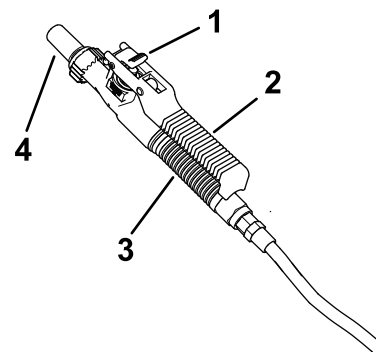

Figure 46
7. Serrez la gâchette de l'applicateur manuel pour commencer à pulvériser; verrouillez la gâchette en place au besoin (Figure 46).
8. À la fin de la pulvérisation, déverrouillez la gâchette de l'applicateur manuel si vous l'aviez verrouillée et relâchez-la (Figure 46)